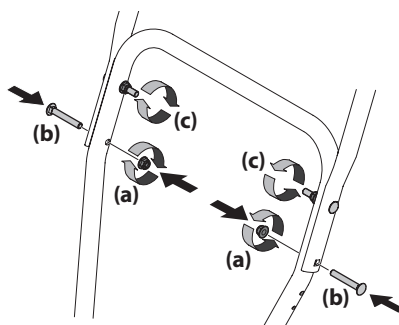
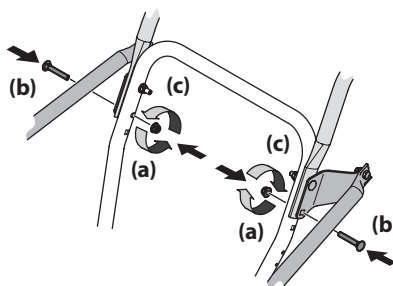

Figura 2-5
Figura 2-6
6. Sujete los dos tornillos de carro (b) y las tuercas (a) que se extrajeron en el Paso 2. Termine de sujetar la barra de control, para lo que debe ajustar las dos tuercas superiores (c) que se aflojaron en el Paso 2. Para unidades con soportes laterales. Consulte la Figura 2-5 o la Figura 2-6 para unidades con soportes laterales.